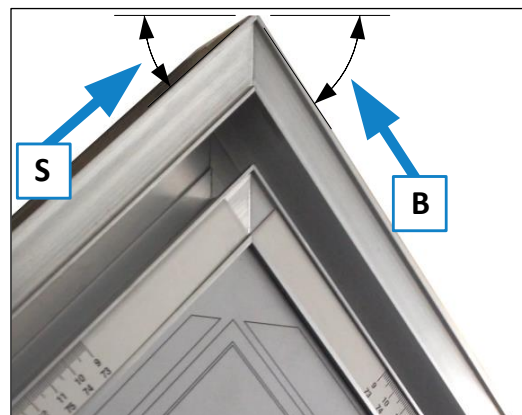

Figure 11 : équerres pour faux onglets
Il en résulte automatiquement l'angle correct pour la pièce à usiner plus étroite (S) sur le côté gauche de la DSG-D et pour la pièce à usiner plus large (B) sur le côté droit de la lame de scie, comme illustré sur ⇒ Figure 11.